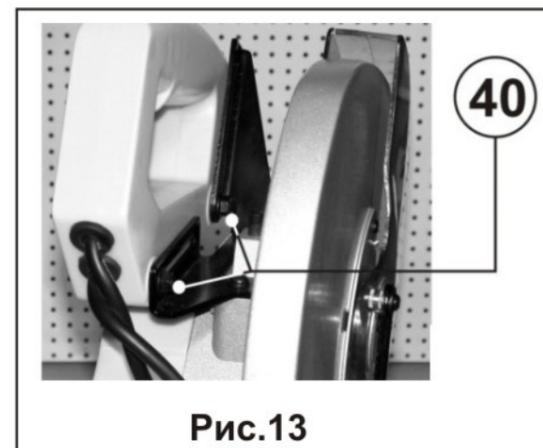
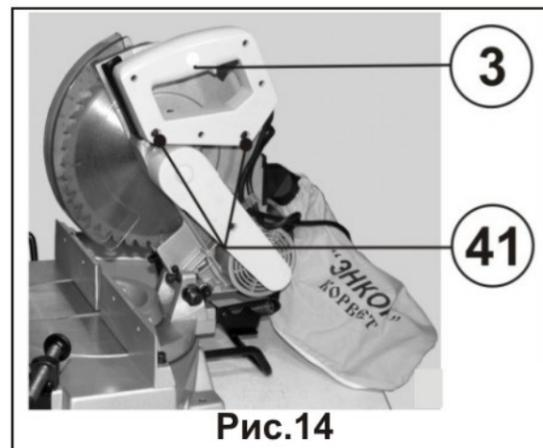

Рис.13
Рис.14
Положение рукоятки (3) пилы, Рис.41, может быть изменено для удобства работающего с ослаблением 2 гаек (40), Рис. 13, и 2-х винтов (41), Рис.14.
Переведите рукоятку (3), Рис.14, в желаемое положение и затяните пары гаек и винтов.
На Рис. 14 показана рукоятка (3) в нижнем положении, которое оптимально при установке пилы на верстак или подставку.